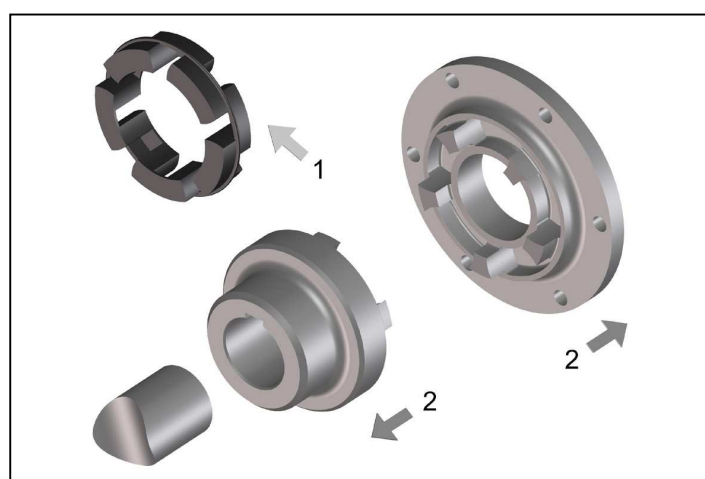

Bild 4
- Nehmen Sie den elastischen Zwischenring heraus (Bild 4, Pos. 1).
- Ziehen Sie die Kupplungsnabe in der vorgesehenen Position auf das Wellenende auf (Bild 4, Pos.2).
- Montieren Sie den Kupplungsflansch an den Flanschanschluss. Achten Sie dabei darauf dass die Teile beim Fügen am Zentriersitz nicht verkanten (Bild 4, Pos.2).